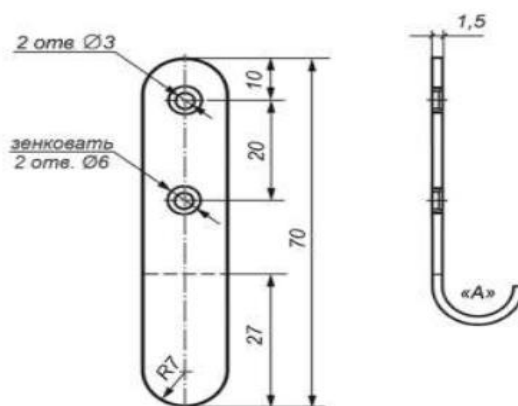

Рис. 1 Чертеж декоративного крючка
8. Чистовую (финишную) обработку изделия выполнить шлифовальной шкуркой средней зернистости на тканевой основе (рисунок1).